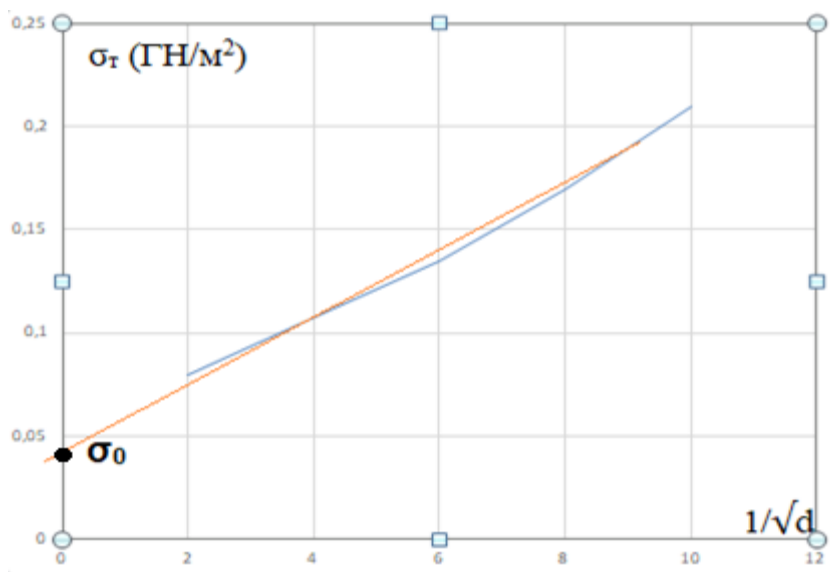

Рис. 1.1. График зависимости $\sigma_T = f\left(\frac{1}{\sqrt{d}}\right)$ для сплава «Fe + 0,05 % C» с линейной аппроксимацией для определения σ_0 .
2. Пример определения σ_0 показан на рис. 1.1.